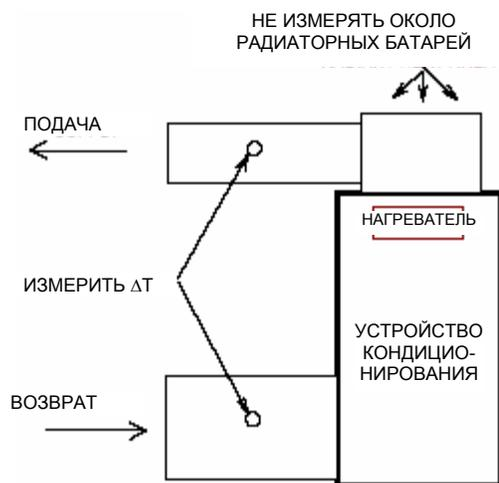

РИСУНОК 4
2. Измерить температуру на расстоянии 6 футов от внутреннего блока и нисходящего потока от любого источника смешанного воздуха, убедившись, что на показания термометра не влияет тепло от радиаторных батарей в зоне (см. рис. 4).